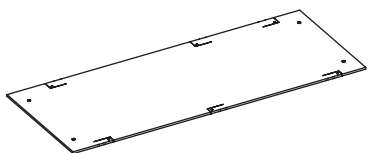

Рисунок 3.9
- 2.1) Выгните монтажный шаблон, убедившись, что вы выгибаете его поверхностью без текста вверх (Рис. 3.9 - 3.10);